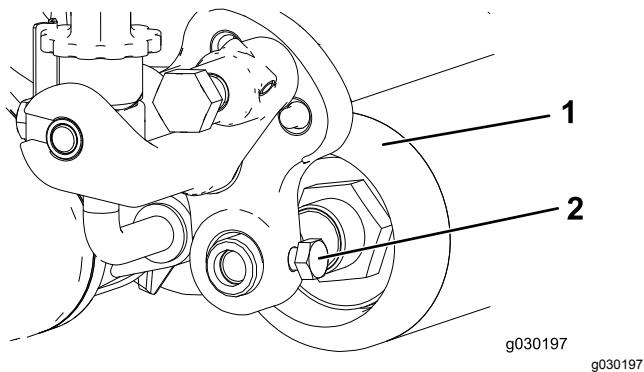

Рисунок 27
- Отпустите болт крепления валика к рычагу высоты скашивания (Рисунок 27).